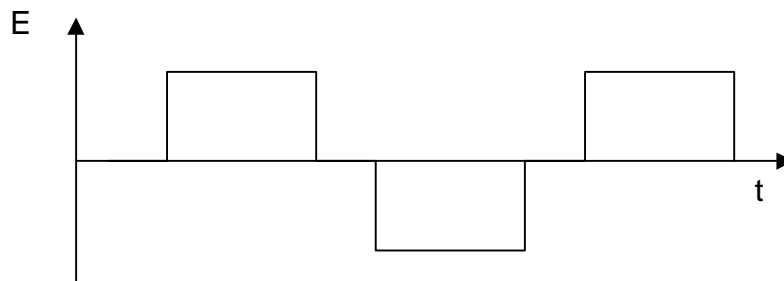

FIGURE 5.3 FORME D'ONDE EN CRÉNEAUX
- **Onduleurs en créneaux de largeur variable** (Figure 5.3) : L'onde de sortie est constituée par des créneaux rectangulaires alternatifs et séparés par une zone morte à tension nulle. La tension de sortie varie si on agit sur la durée des créneaux.